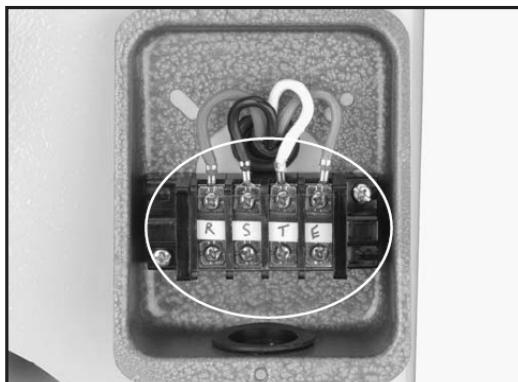

Рис. 28. Основная соединительная колодка, расположенная внутри электрической коробки снаружи станины станка.
4. Подсоедините провода кабеля к основной соединительной колодке, как показано на рис. 28 (работа должна выполняться квалифицированным специалистом-электриком).